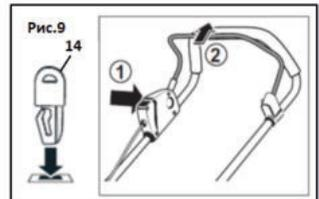

Рис.9
- Для включения изделия нажмите сначала кнопку блокировки (3) (Рис.1 и Рис.9 поз.1), не отпуская ее, прижмите рычаг (1) выключателя к рукоятке (7) (Рис.1 и Рис.9 поз.2). Устройство запустится примерно через 2 секунды.